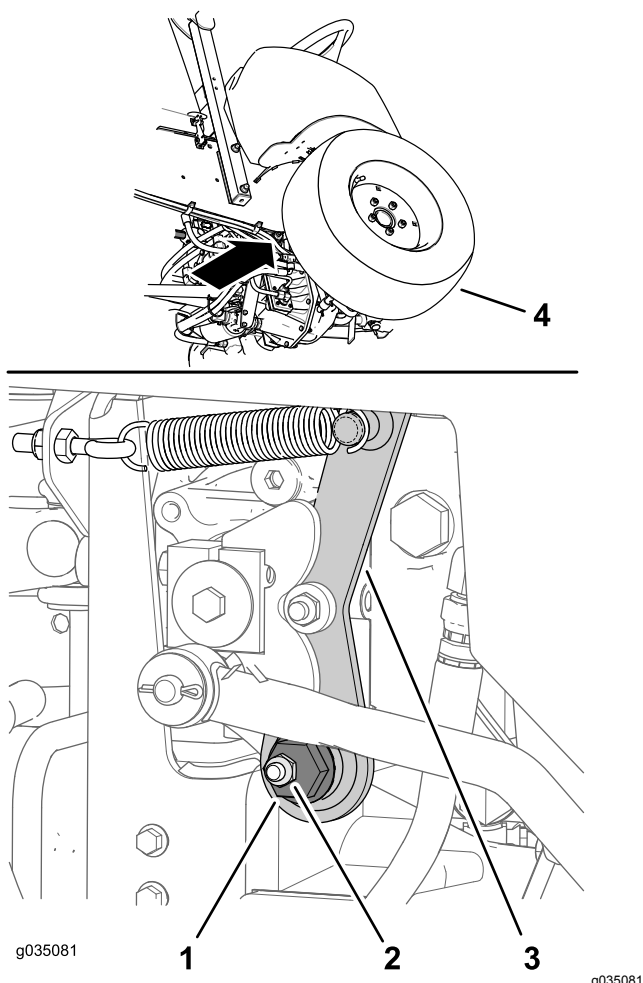

Figure 68
1. Localisez la partie hexagonale de l'excentrique à droite de la pompe hydraulique et sous la console de commande (Figure 68).
2. Desserrez l'écrou de fixation jusqu'à ce qu'il soit possible de déplacer la partie hexagonale de l'excentrique (Figure 68).
avant commence à tourner en avant. Tournez ensuite la partie hexagonale de l'excentrique dans le sens horaire jusqu'à ce que la roue avant commence à tourner en arrière (Figure 68).